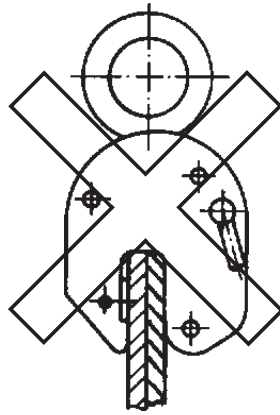

Fig. 2
- Met de platenklem mag telkens maar één plaat tegelijk worden getransporteerd (Fig. 2).